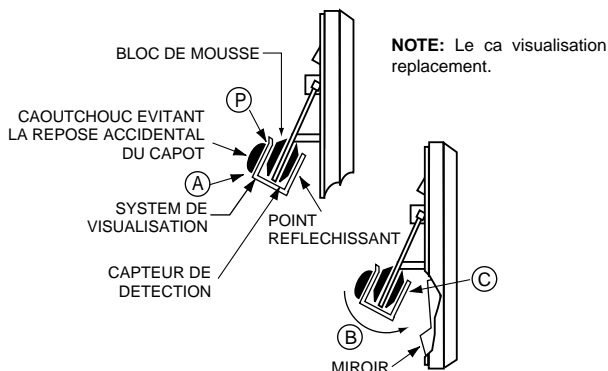

FIGURE 10. INSTALLATION DU SYSTEME DE VISUALISATION DES FAISCEAUX
- A. Repérer le petit bout de mousse à l'arrière du capteur pyroélectrique y poser contre la partie supérieur du localisateur de faisceau comme indiqué au repère "P" de la figure 10.